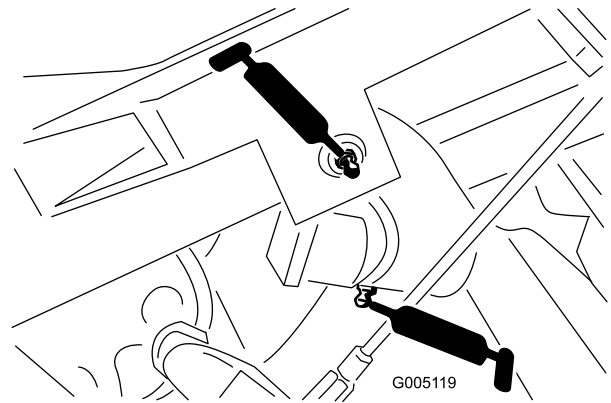

Figura 26
- Perno del braccio di sollevamento (3) e cerniera del perno (3) (Figura 26).